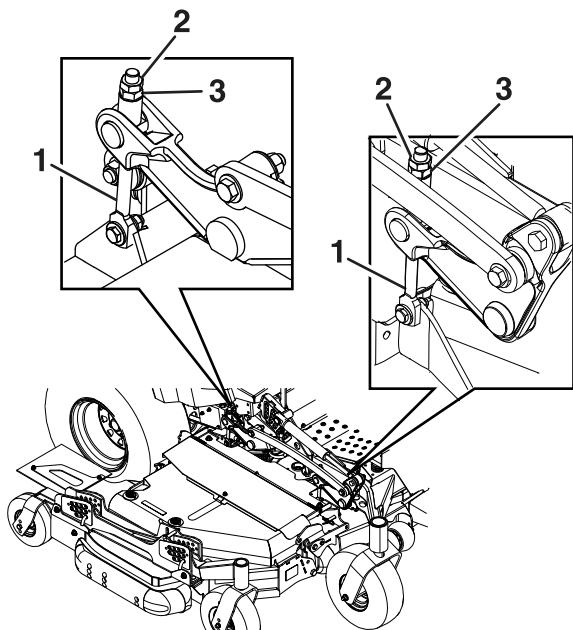

Figure 75
Desserrez les écrous de blocage au sommet de chaque dispositif de réglage du tablier. Ajustez précisément le dispositif de réglage du tablier avant en le tournant pour obtenir la hauteur correcte pour les pointes des lames avant gauche et droite du tablier central (Figure 75).
- Si les 4 dispositifs de réglage du tablier (Figure 75) ne disposent pas d'un réglage suffisant pour produire la hauteur de coupe précise avec l'inclinaison souhaitée, vous pouvez utiliser le système monopoint pour obtenir un réglage supplémentaire.
- Pour régler le système monopoint, commencez par desserrer les boulons de fixation des plaques de hauteur de coupe avant et arrière (Figure 75)